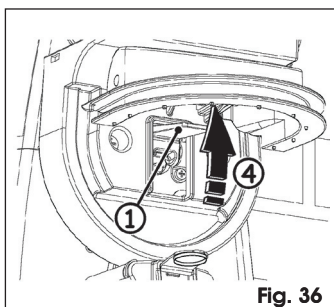

Fig. 36
2. Tirer le levier de déverrouillage jusqu'à son arrêt, Fig. 36 réf. ①.